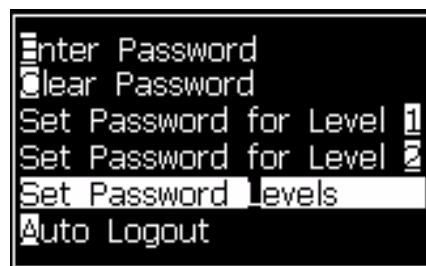
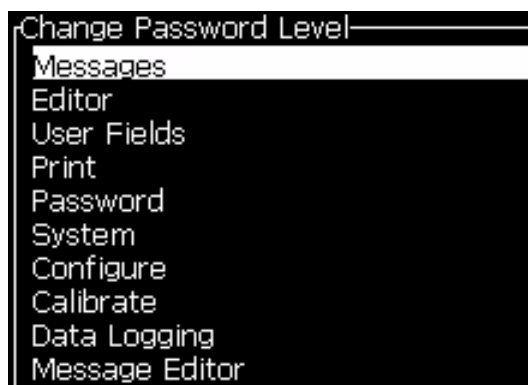
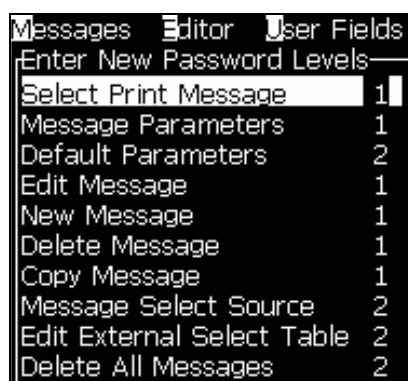

Figura 4-8: Definir níveis de senha
Figura 4-9: Alterar o nível de senha
Figura 4-10: Digitar novos níveis de senha
- 1 Pressione *Alt + w* e selecione *Definir níveis de senha* (veja Figura 4-8) para abrir a tela *Alterar níveis de senha* (veja Figura 4-9).
- 2 Selecione o menu (veja Figura 4-9) cuja senha de acesso deve ser alterada, e pressione a tecla *Enter*. A tela *Digitar novos níveis de senha* é exibida (veja Figura 4-10 na página 4-5).